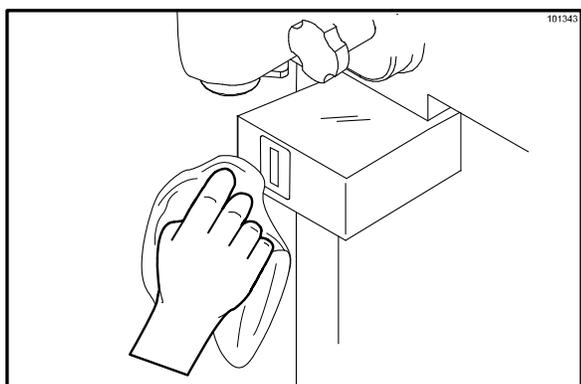

图 38
30. 用干净、消毒过的湿毛巾轻轻擦拭杯量控制传感器护罩，并擦掉所有累积的奶浆。检查传感器护罩是否有损坏，如有必要则予以更换。（见图 38。）